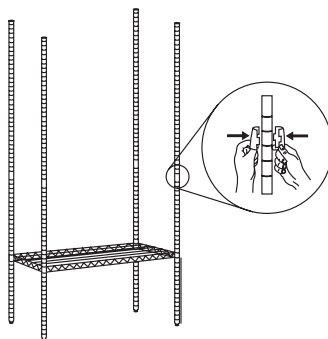

Fig. 4
6. Sitúe la siguiente estantería contando las ranuras en el polo a la altura deseada. Sujete un manguito de poste y repita la operación para cada poste [Fig. 4].